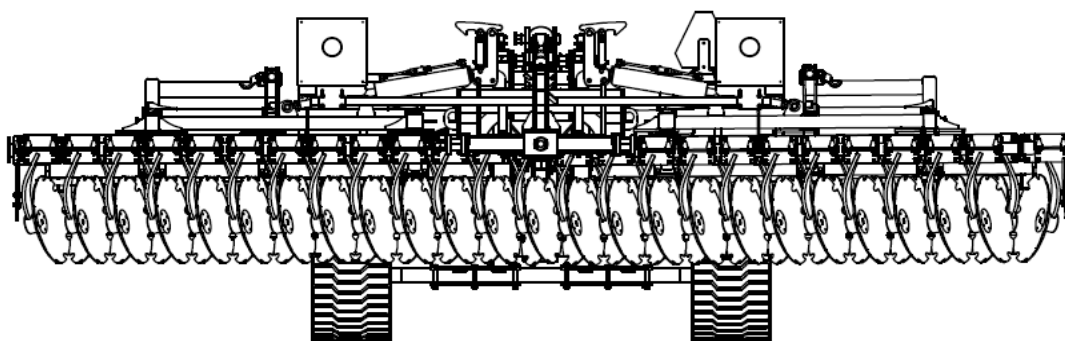

Fig. 8. Vue de la machine à la fin de la séquence d'ouverture des ailes. Les bras de la machine sont complètement ouverts.
5. Pour finir l'opération d'ouverture des bras latéraux, attendre jusqu'à ce que le mécanisme hydraulique ouvre les bras jusqu'à leur position entièrement ouverte. Ne pas interrompre cette opération sans s'assurer que les bras ne sont entièrement ouverts (fig. 8).